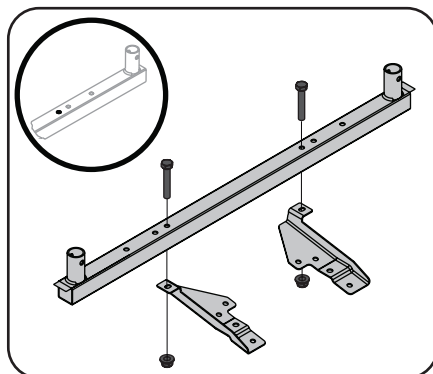

Figure 3-1
3. Assemblez le support (683-05347) et support de fixation (789-00433, 789-00434) en utilisant deux vis à tête hexagonale (710-3180) et deux écrous (712-04063) comme montré à la Figure 3-1.